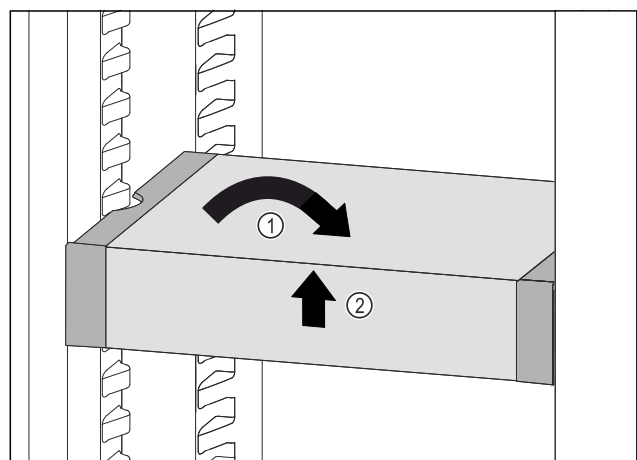

Fig. 100
- Изправете VarioSafe. Fig. 100 (1)
- Повдигнете VarioSafe отпред. Fig. 100 (2)